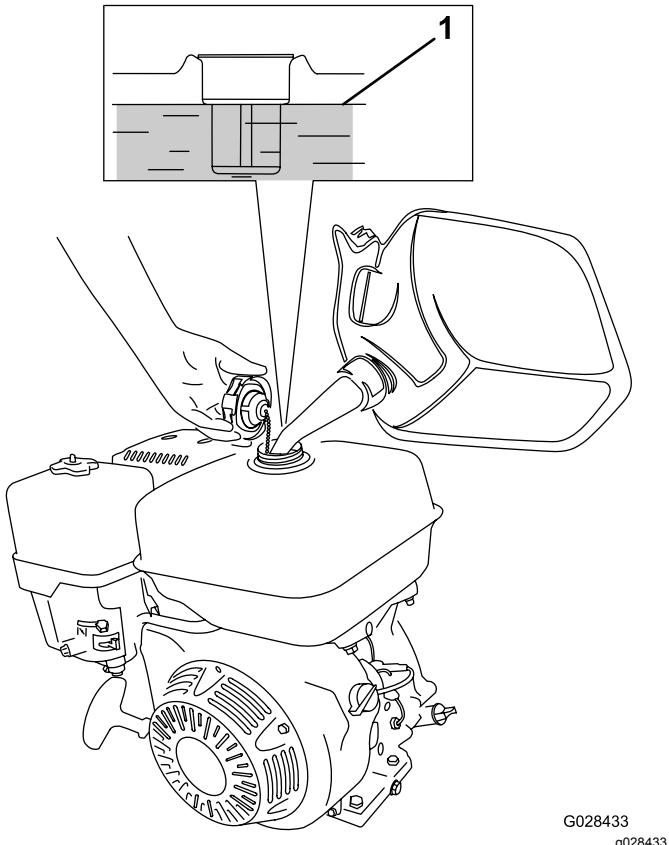

図 22
1. 燃料キャップ図 22 の周囲をきれいに拭いてからキャップを外す。無鉛ガソリンポンプオクタン価87以上を、燃料タンクに入れるタンク内でガソリンが膨張することを考慮し、タンクの上部に 25 mm 程度の余裕を残すこと。